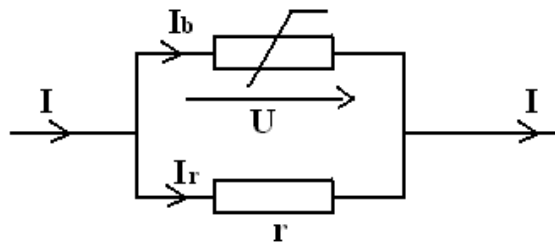
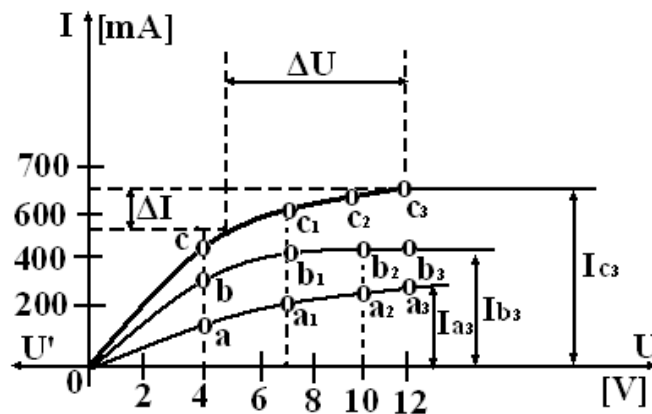

Fig. 5-12 Conectarea în paralel a unui rezistor liniar cu un element neliniar (baretor)
Fig. 5-13 Trasarea caracteristicii tensiune-curent echivalente (O_{c3}) prin adunarea caracteristicilor rezistorului linear (O_{a3}) și a baretorului (O_{b3})
În circuitul din fig. 5-12, curentul $I = I_n = 600 \text{ mA}$, sunt conectare în paralel un element neliniar (un baretor) având caracteristica tensiune-curent $I_b (U)$ (fig.5-13) și un rezistor liniar $r = 50 \Omega$.
În cazul conectării în paralel este evident că se poate obține caracteristica tensiune-curent echivalentă luând în considerare egalitatea dintre curentul total și suma curenților prin semnalul dispuse în paralel, adică, în cazul de aici (fig. 5-12) $I = I_b + I_r$.
Prima oară se construiește caracteristica tensiune-curent a rezistorului r trasând dreapta $I_r (U)$ care trece prin originea coordonatelor (fig. 5-13), de
Caracteristica tensiune-curent echivalentă $I (U)$ s-a trasat (fig. 5-13) prin adunarea ordonatelor (curenții) curbelor $I_r (U)$ și $I_b (U)$ pentru aceleași abscise (tensiuni).
De exemplu, pentru tensiunea de 12 V punctul c_3 (fig. 5-13) se obține prin însemnarea ordonatelor punctului b_3 și a punctului a_3 ($I_{c3} = I_{b3} + I_{a3}$). În mod analog se găsesc și punctele c, c_1 și c_2 .
2. Determinarea limitelor de variație a tensiunii pe baretor. Curentul prin circuit variază (conform datelor problemei) între valorile $I_1 = 0,8 I_n = 0,8 \cdot 600 = 480 \text{ mA}$ și $I_2 = 1,1 \cdot I_n = 1,1 \cdot 600 = 660 \text{ mA}$ sau cu $\Delta I = I_2 - I_1 = 600 - 480 = 180 \text{ mA}$. Specificând în fig. 5-13 I_1, I_2 și ΔI se găsește utilizând caracteristica $I (U)$, limitele variației tensiunii $\Delta U = U_2 - U_1 = 11,6 \text{ V} - 5,6 \text{ V} = 6 \text{ V}$.
1. Cum se rezolvă problema invers: să se determine curentul total I dacă se dă tensiunea U ? La prima vedere s-ar putea crede că problema inversă poate fi la fel rezolvată construind caracteristica tensiune-curent $I(U)$ echivalentă (fig. 5-13). După obținerea ei și cunoscând U sau ΔU se va putea găsi I sau ΔI . Cu toate că un astfel de mod de rezolvare ar fi posibil, este mai complicat, din cauză că nu este necesară (pentru problema inversă) să se traseze caracteristica tensiune-curent echivalentă. În adevăr, după valoarea dată a tensiunii U și a caracteristicii $I_b(U)$ se găsește curentul care străbate prin baretor I_b și aplicând legea lui Ohm, se
2. Influențează numărul elementelor conectate în paralel metoda de calcul adaptată? Metoda de calcul depinde de modul de alimentare al circuitului (a se vedea discuția precedentă) și nu numărul de elemente conectate în paralel. De exemplu, dacă în circuitul din fig. 5-12 ar fi elemente conectate în paralel a căror caracteristică tensiune-curent să fie date, pentru obținerea relației $I(U)$ (fig. 5-13) ar trebui adunate ordonatele punctelor corespunzătoare curbei trei caracteristicii tensiune-curent date. Dacă un astfel de montaj în paralel (cu trei elemente) este conectat la o sursă de tensiune, calculul circuitului se realizează fără caracteristica echivalentă.